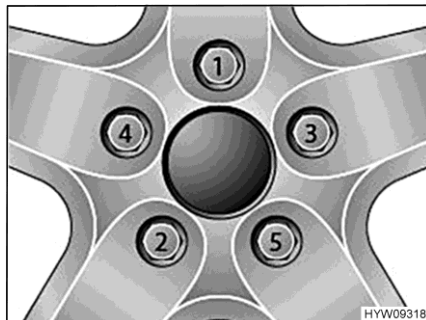

Fig. 228 Apretar las tuercas o los tornillos de las ruedas en forma de cruz
- Apretar las tuercas de rueda o los tornillos de rueda en el orden indicado en Fig. 228. Para ello, usar una llave dinamométrica y cumplir con el par de apriete especificado (véase apartado 13.5.2).
- Comprobar periódicamente que las tuercas o tornillos de las ruedas estén firmemente apretados. Volver a apretar las tuercas de rueda o los tornillos de rueda de una rueda cambiada después de 50 km. En esto, proceder en el orden indicado en Fig. 228.
- Al utilizar llantas nuevas o recién pintadas, reajustar además las tuercas o tornillos después de 1 000 a 5 000 km aprox. En esto, proceder en el orden indicado en Fig. 228.
- ▷ Apretar en forma de cruz las tuercas o los tornillos de las ruedas (Fig. 228).